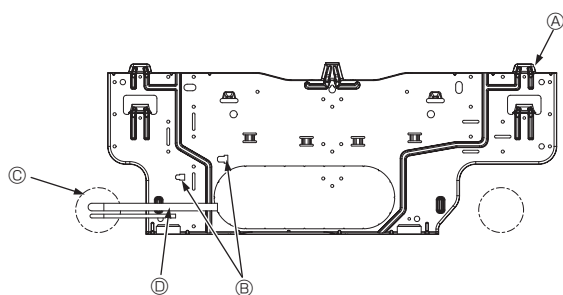

Fig. 3-5
- Ⓓ Vis de fixation (4 × 25) ②
- Ⓕ Plaque d'installation ①
3.3. Lors de l'insertion des tuyaux dans le mur (Fig. 3-5)
- Ⓐ Plaque d'installation ①